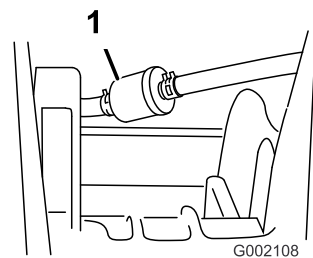

Figure 46
5. Enlevez les fixations du filtre à carburant sur les conduites d'alimentation (Figure 46).